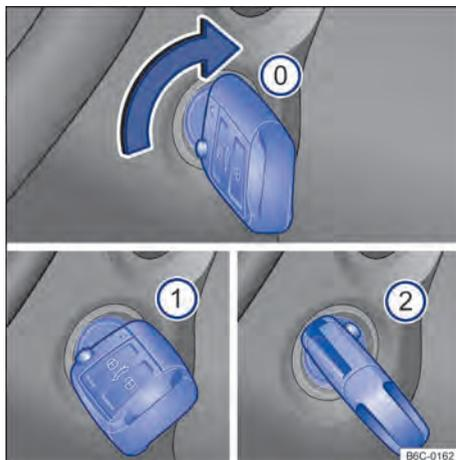

Fig. 87 Ao lado do volante, à direita: posições da chave do veículo no cilindro da ignição.
Posições da chave do veículo → Fig. 87
- ① Ignição desligada. A chave do veículo pode ser retirada.
- ① Ignição ligada.
- ② Pisar no pedal do freio e ligar o motor. Quando o motor pegar, soltar a chave da ignição. Ao soltar, a chave do veículo retorna à posição → Fig. 87 ①.
- Girar a chave do veículo na posição → Fig. 87 . A ignição está ligada.
- Girar a chave do veículo no cilindro da ignição para a posição → Fig. 87  – não acelerar. Quando o motor começar a funcionar, soltar a chave do veículo no cilindro da ignição.
- *Veículos com cilindro da ignição*: girar a chave do veículo no cilindro da ignição na posição → Fig. 87